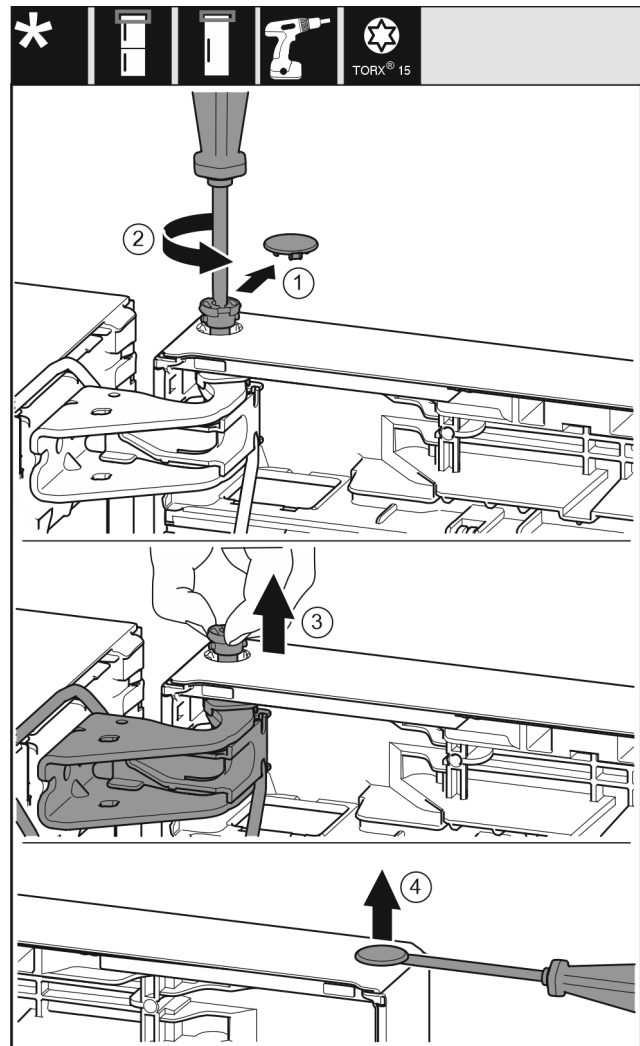

Fig. 22
- Sicherungsabdeckung vorsichtig abziehen. *Fig. 22 (1)*
- Bolzen mit Schraubendreher T15 ein Stück herausdrehen. *Fig. 22 (2)*
- Tür festhalten und Bolzen mit den Fingern herausziehen. *Fig. 22 (3)*
- Stopfen aus der Türlagerbuchse vorsichtig mit einem Schlitzschraubendreher anheben und herausziehen. *Fig. 22 (4)*